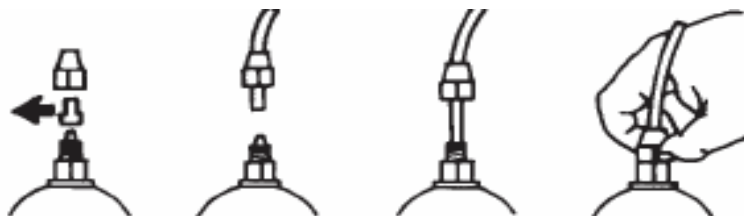

Fig. 7
- e) Verwijder de beschermingskapjes onder de twee wartels. Schuif de leidingen rechtstandig over de leidingaansluiting, en klem ze vast met de leidingwartels. (fig.7)